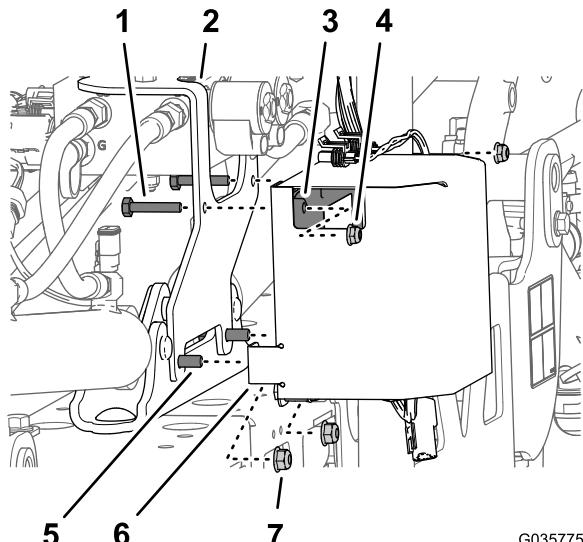

Рисунок 30
3. Выверните 2 фланцевые контргайки ( $\frac{5}{16}$  дюйма), которые крепят монтажный кронштейн доводочного комплекта стрелы с ультразвуковым выравниванием, от крепления цилиндра (Рисунок 30).
4. Установите крышку контроллера (Рисунок 30) на болты с фланцевыми головками ( $\frac{5}{16} \times 1$  дюйм) в нижних передних отверстиях крышки и прикрепите, не затягивая, крышку, кронштейн и крепление с помощью 2 фланцевых контргаек ( $\frac{5}{16}$  дюйма), снятых при выполнении пункта 3.
5. Вставьте 2 болта ( $\frac{1}{4} \times 1\frac{1}{8}$  дюйма) через верхние отверстия в монтажном кронштейне (доводочный комплект стрелы с ультразвуковым выравниванием), задний фланец (крышка контроллера) и контроллер (Рисунок 30), закрепив 2 фланцевыми контргайками ( $\frac{1}{4}$  дюйма).